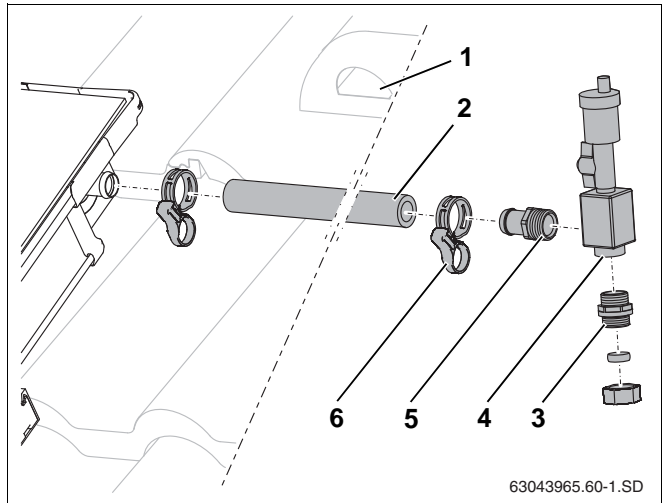

Fig. 56 Montering af solvarmeslange på fremløbstilslutning
- ▶ Sæt den lange solvarmeslange (1000 mm, fig. 56, **pos. 2**) på solfangerens fremløbstilslutning, og fastgør med fjederbånd.
- ▶ Før solvarmeslangen sammen med følerkablet gennem udluftningstagstenen (fig. 56, **pos. 1**) og gennem tagisoleringen.
- ▶ Skru slangetyllen R $\frac{3}{4}$ med o-ring (fig. 56, **pos. 5**) og dobbeltnippen med o-ring (fig. 56, **pos. 3**) fast i luftkoppen (fig. 56, **pos. 4**).
- ▶ Sæt slangetyllen ind i solvarmeslangen til anslag, og fastgør med fjederbånd (fig. 56, **pos. 6**).
- ▶ Slut samleledningen til klemringsforskrningen (fig. 56, **pos. 3**).